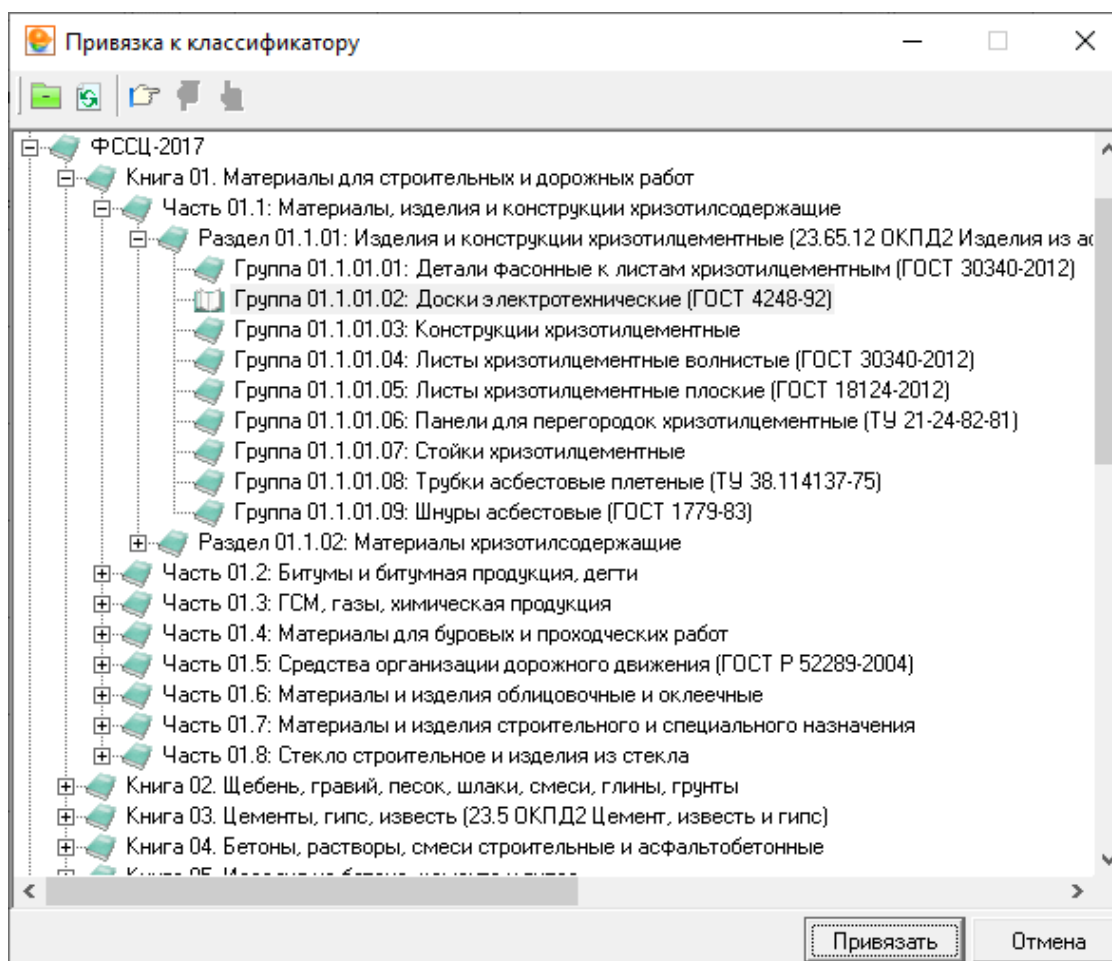

Рис. 1. Привязка к классификатору
**классификатору.** В окне **Привязка к классификатору** (см. рис. 1) выберите нужный пункт и нажмите **Привязать**.